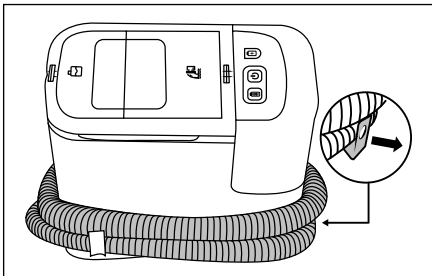

Abb. 4
- ◆ Ziehen Sie die Schlauchhalterung **15** aus dem Gerät. Legen Sie den Sprüh-/Saugschlauch **19** um das Gerät und verwenden dabei die Schlauchhalterungen **15**/**16** (siehe Abb. 4).